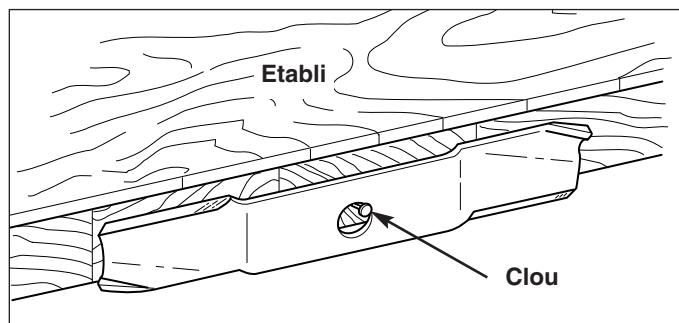

Figure 23. Equilibrage de la lame
5. Equilibrer la lame comme illustré à la Figure 23. Centrer le trou de la lame sur un clou lubrifié d'une goutte d'huile. Une lame équilibrée doit rester à l'horizontale.